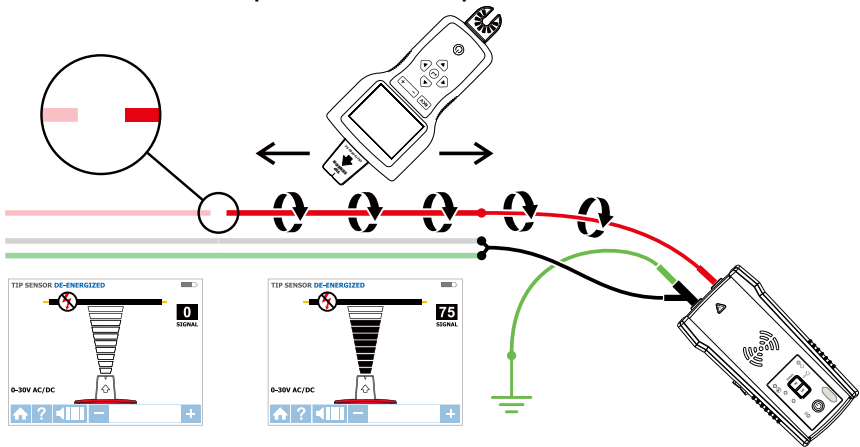

Figura 4.2: Verifique el lugar de la falla
3. Para obtener los mejores resultados, realice la conexión a tierra de todos los cables desenergizados colocados en paralelo al terminal de prueba negro. (Figura 4.2).